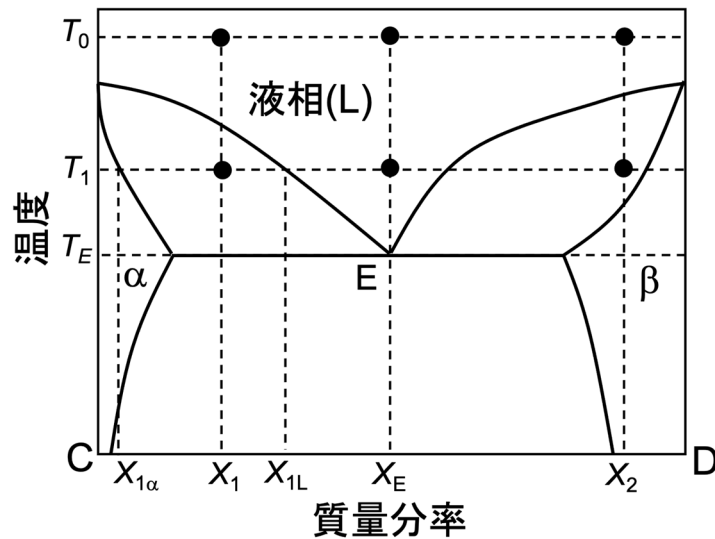

図 2
2. 図2の状態図で示されるC-D二元系共晶合金の微細組織形成について考える。以下の問いに答えよ。
- (1) 図2に示す質量分率 $X_1$ の合金が温度 $T_1$ において平衡状態にあるとき、合金中の $\alpha$ 相の質量割合 $W_\alpha$ を、 $X_{1\alpha}$ 、 $X_{1L}$ および $X_1$ を用いて示せ。
- (2) 図2に示す質量分率 $X_1$ 、 $X_E$ および $X_2$ の合金を $T_0$ から平衡を保ちながらゆっくり冷却した場合を考える。 $T_1$ 、 $T_E$ 直上、および $T_E$ 直下における各合金の微細組織の模式図を描き、各図の特徴について合計200字程度で説明せよ。